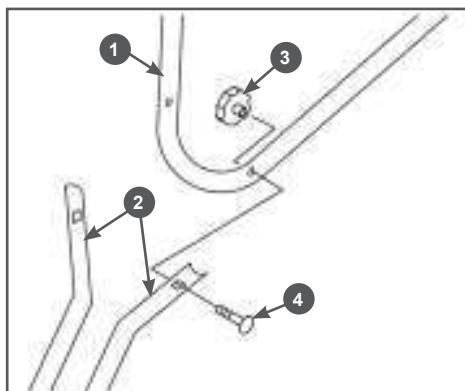

Рис. 7 Установка рабочих рукояток
- Установите на стойки 2 рабочие рукоятки 1 (Рис 7). Совместите отверстия в стойках 2 и рукоятках 1, вставьте в отверстия болты 4 и закрутите барашковые гайки 3 (Рис. 7).